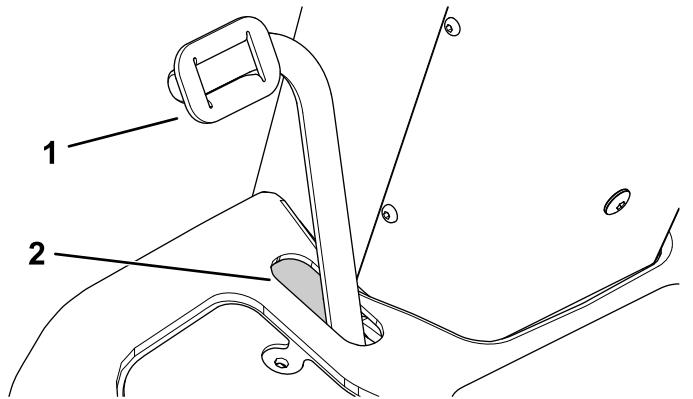

Bild 86
1. Treten Sie das Bremspedal durch, um zu prüfen, ob der Abstand am vorderen Ende des Schlitzes ausreicht (Bild 86).